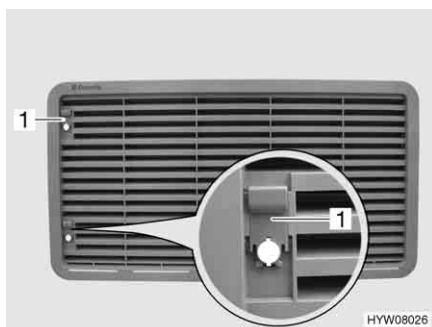

Fig. 83 Griglia di aerazione del frigorifero (con cursore)
- Spingere il cursore (Fig. 83,1) verso l'alto.